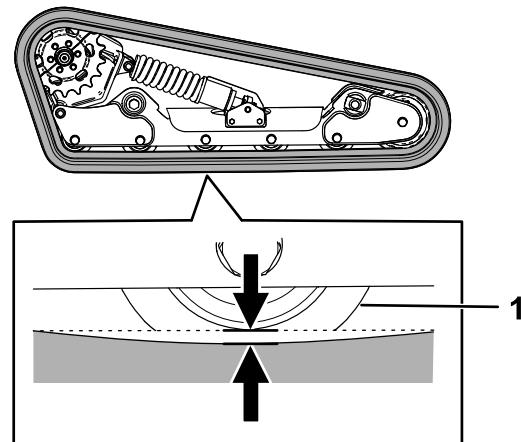

Figure 56
Levez/soutenez un côté de la machine et, en vous aidant du poids de la chenille, vérifiez qu'un espace de 13 mm existe entre le bas du rebord du galet de roulement et la chenille, comme montré à la Figure 56. Si ce n'est pas le cas, réglez la tension des chenilles comme suit :
5. Avec une clé à cliquet de $\frac{1}{2}$ pouce, tournez la vis de tension jusqu'à obtention d'une flèche de 13 mm, comme montré à la Figure 56.
9. Vérifiez que la flèche est de 13 mm, comme montré à la Figure 56. Réglez au besoin.
20. Avec une clé à cliquet de $\frac{1}{2}$ pouce, tournez la vis de tension dans le sens antihoraire jusqu'à obtention d'une flèche de 13 mm, comme montré à la Figure 56.
25. Vérifiez que la flèche est de 12,7 mm, comme montré à la Figure 56.